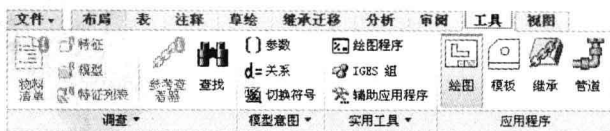

图 12-9 “工具”选项卡
- “工具”选项卡：主要用来对工程图进行调查、参数化设计等操作，如图 12-9 所示。